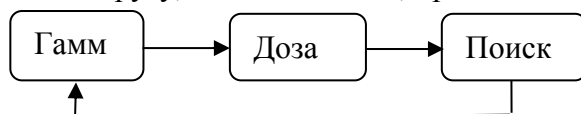

Рис.7. Схема переключения режимов работы прибора
2.3.3 Выберите режим работы прибора кратковременным нажатием кнопки «**MODE**». Режимы меняются циклически по кругу, согласно схеме, представленной на Рис. 7.